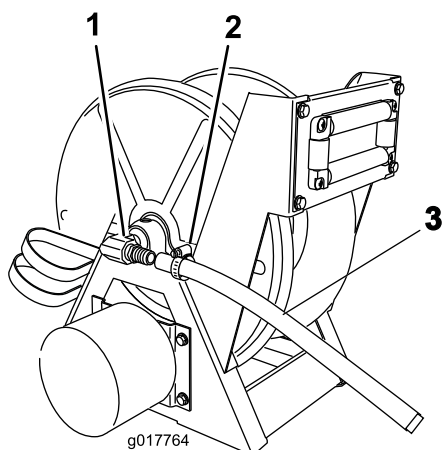

Figure 18
20. Glissez un collier au bout du flexible et branchez l'extrémité du flexible à l'embout cannelé à angle droit du dévidoir (Figure 18).